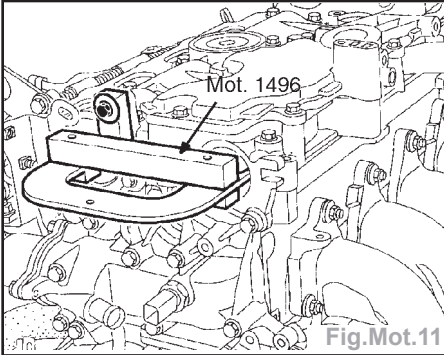

Fig.Mot.11
- Placer l'outil de calage des arbres à cames (**Mot. 1496**) en bout des arbres à cames (Fig.Mot.11).